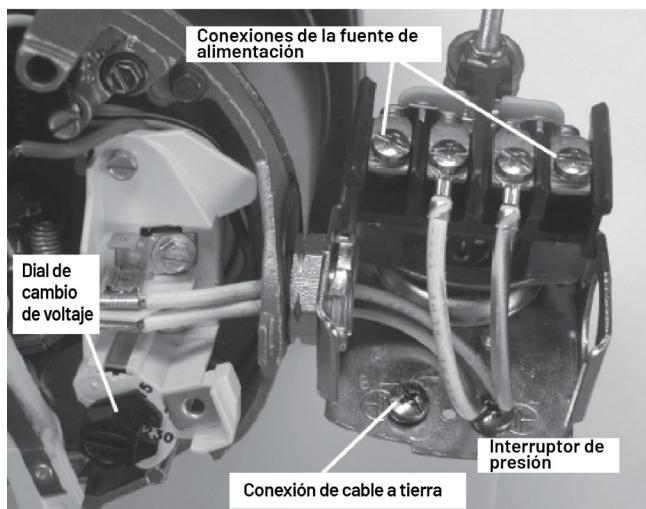

Figura 9: Dial de ajuste de voltaje
- Conecte el cable a tierra primero (Figura 9). El cable a tierra debe ser de cobre sólido y, por lo menos, grande como los cables de la fuente de alimentación.
- Conecte los cables de la fuente de alimentación al interruptor de presión, como se muestra en la Figura 9.